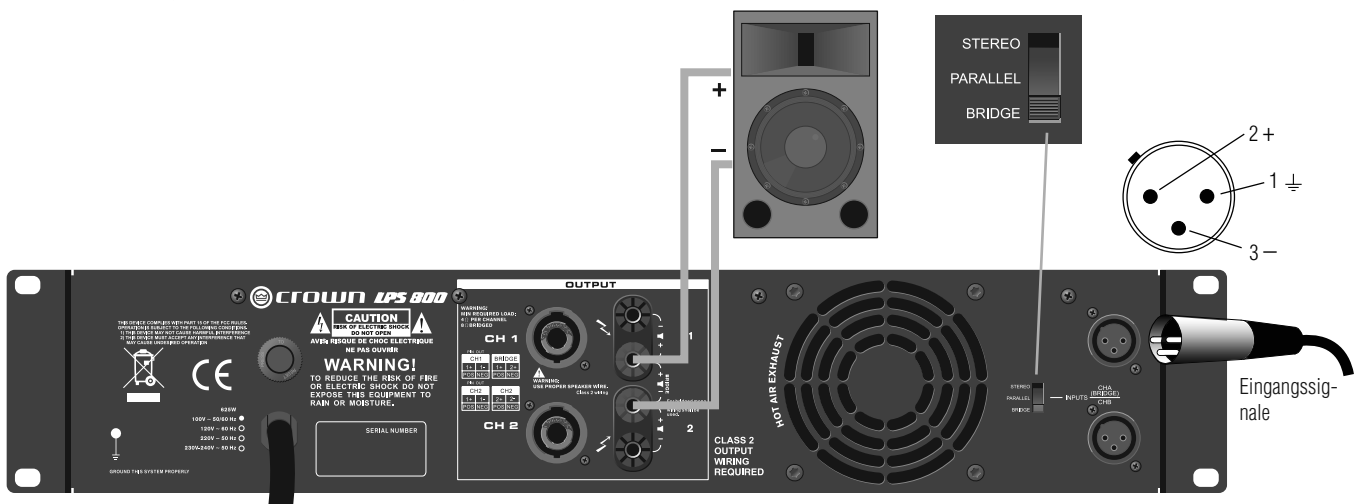

Abbildung 6: Bridge-Mono-Verkabelung über die Schraubklemmen-Anschlüsse
1. Siehe Abbildung 6. Stellen Sie den Betriebsmoduswähler an der Rückplatte auf BRIDGE.